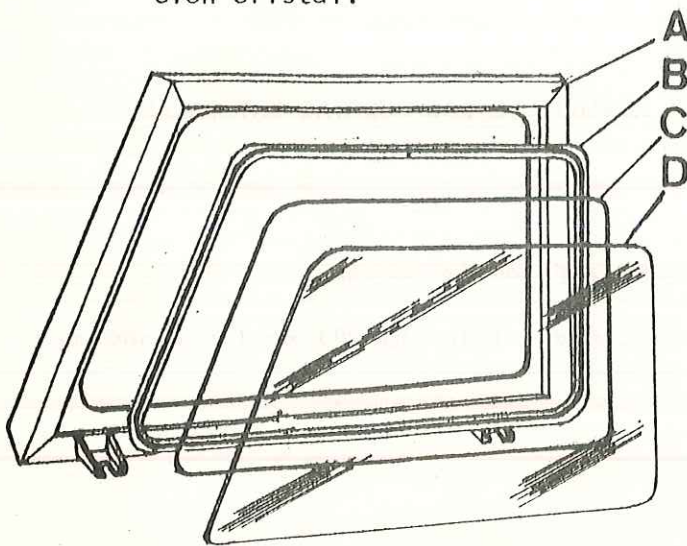
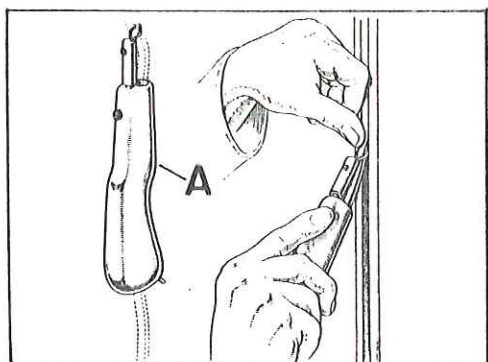

Fig. Q1-19 Montaje cristal parabrisas
Fig. Q1-20 Introducción de la tira de relleno en el perfil fijación cristal
4.2. Extraer el cristal, D (Fig. Q1-19) del parabrisas, presionando hacia el exterior.
4.3. Extraer el perfil de goma, B (Fig. Q1-19).
- 4.4. Cortar a escuadra un extremo del perfil de goma, B (Fig. Q1-19) y comenzando por la parte central superior, se irá introduciendo en la garganta de la abertura correspondiente al cristal del parabrisas, A.
- 4.6. Introducir el cristal, D (Fig. Q1-19) en su alojamiento, utilizando una espátula para situar la pestaña del perfil, B, sobre el cristal.
- 4.7. Cortar a escuadra un extremo de la tira de relleno, C (Fig. Q1-19) y comenzando por el extremo opuesto a la unión del perfil anterior, se introducirá la tira en la garganta del perfil, B, por medio de la herramienta especial (262771), A (Fig. Q1-20) dejando un sobrante de unos 6 mm. y se cortará a escuadra este extremo, que se introducirá a presión, en la garganta del perfil.